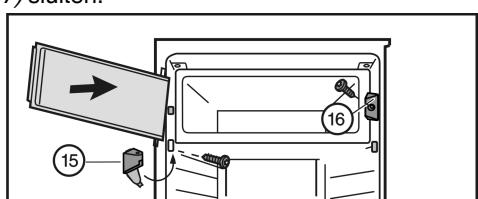

Fig. 7
- Sluitstuk Fig. 7 (16) monteren.
- Lagerbus Fig. 7 (15) monteren en afdekking dichtklappen.